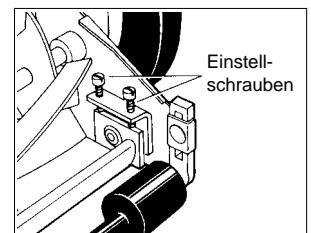

Abb. 9
- Stellen Sie nun das Untermesser so ein, daß es die Walzenmesser über die ganze Länge leicht, aber straff berührt (siehe Abb. 9).